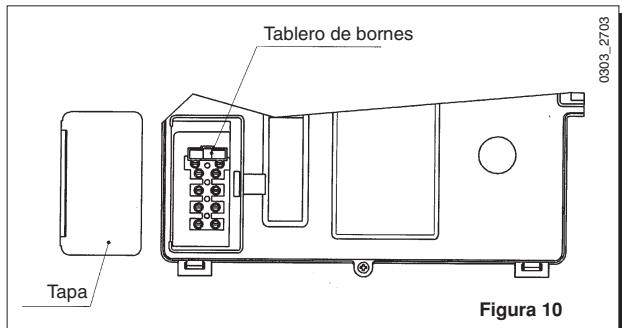

Figura 10
- remover la tapa y acceder a la zona conexiones eléctricas (figura 10).